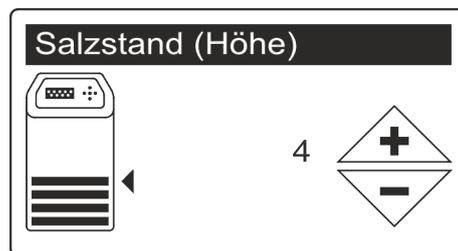

Abb. 19: Menüpunkt Salzstand (Höhe)
6. oder betätigen, um den Salzstand einzustellen (Abb. 19).